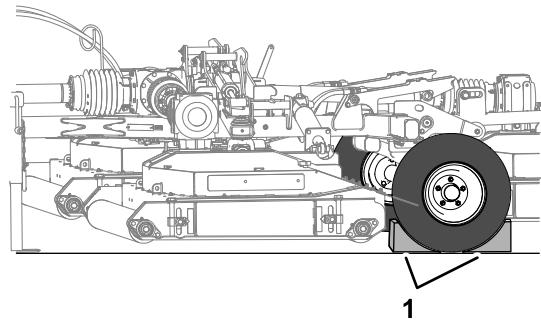

Figura 18
7. Fissate entrambi gli pneumatici del tosaerba con zeppe (Figura 18).